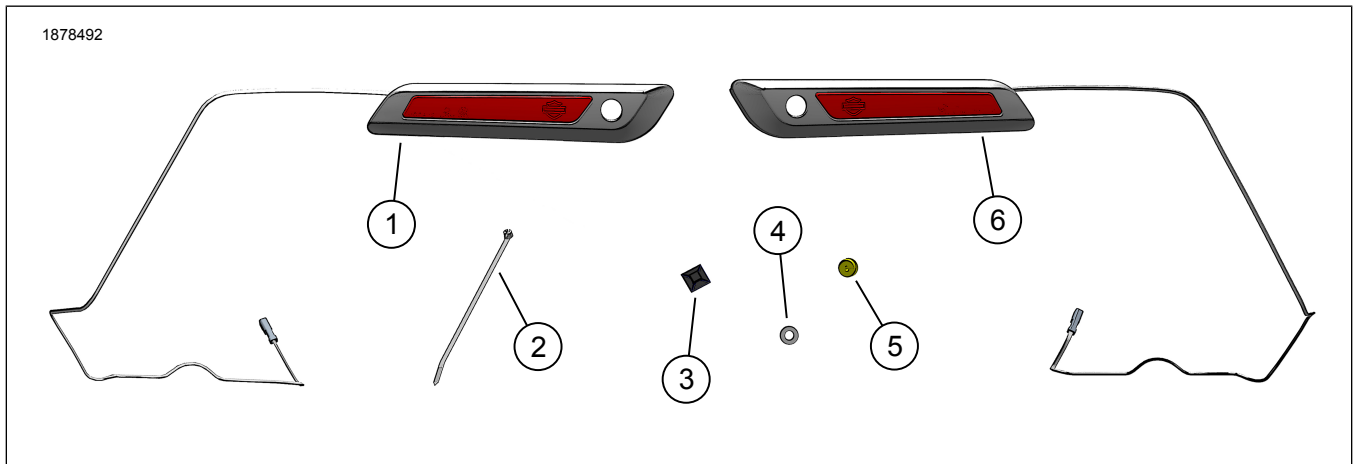

Figura 1. Contenido del kit: Kit de luces indicadoras laterales para alforjas
- b. Vea la Figura 1 y la Figura 5 . Utilice la arandela plana (4) del kit como guía para perforar: colóquela contra la superficie de la alforja de manera que toque el radio en la parte lateral y en la parte inferior de la alforja.
Vea la Figura 1. y Vea la Figura 6. Coloque el cableado dentro de la alforja como se muestra y asegúrelo con correas de cable (2) y anclajes (3) según sea necesario para que quede fijo.